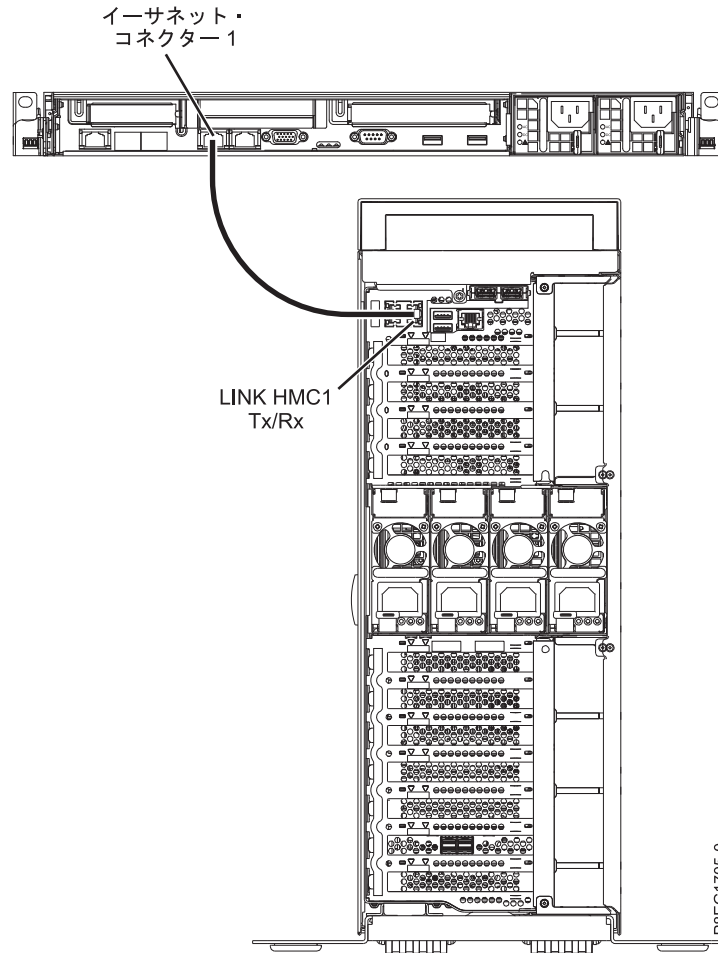

図 21. 管理対象システムへの HMC の取り付け
1. HMC を管理対象システムに直接接続する場合は、HMC の **イーサネット・コネクタ 1** を管理対象システムの **HMC1** ポートに接続します。47 ページの図 21 を参照してください。